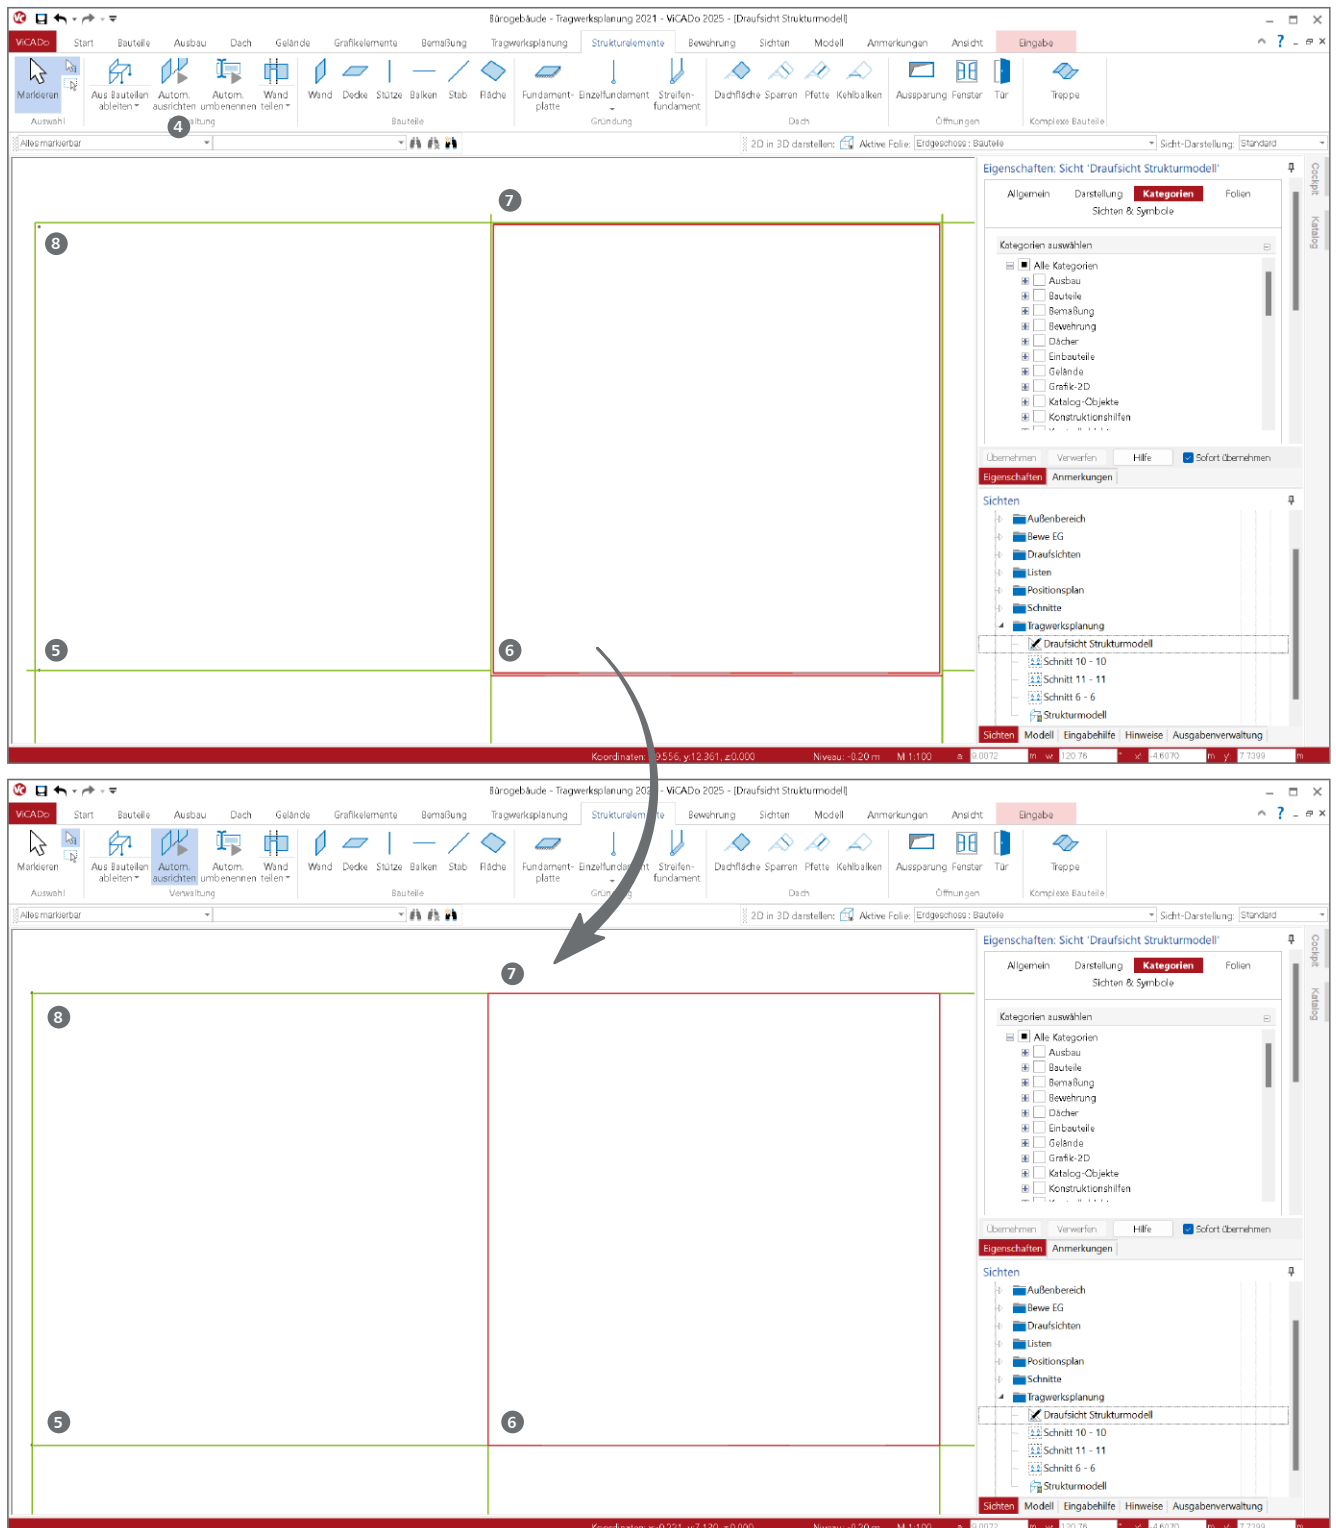

Bild 7. a) Draufsicht auf abgeleitete Strukturelemente (SE-Wand) mit Bedarf zur Ausrichtung
- Bild 7 ⑤: Die nach links überstehenden SE-Balken wurden auf die Außenwand gekürzt.
- Bild 7 ⑥: Die Lage der aufgehenden Wände wurde über alle Geschosse an das Basisgeschoss angeglichen.
- Bild 7 ⑦: Die überstehenden SE-Wände wurden auf die quer verlaufende Außenwand gekürzt.
- Bild 7 ⑧: Die SE-Stütze wurde auf den Kreuzungspunkt der beiden Außenwände verschoben.